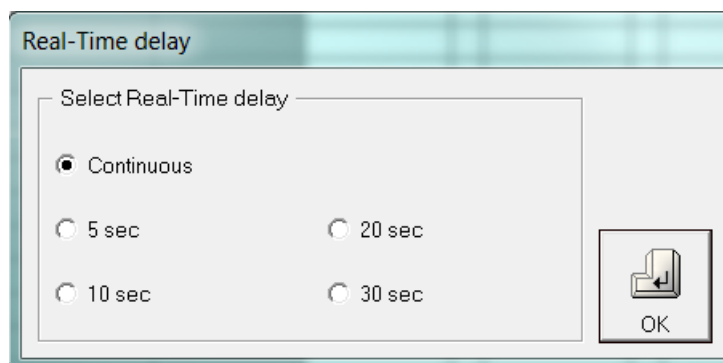
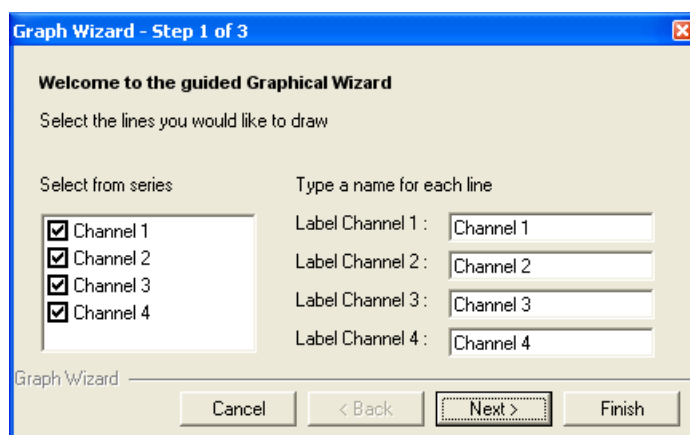

fig.31
fig.38
- Scelta l'opzione **Start w/o Graph** apparirà una finestra (fig.31), selezionare la frequenza di acquisizione desiderata e poi premere il tasto **OK** per iniziare l'acquisizione.
- Scelta l'opzione **Start With Graph** appariranno le finestre di dialogo (vedi fig. 38, 39, 40, 41) relative ai grafici e successivamente la finestra di dialogo (fig.31), selezionare la frequenza di acquisizione desiderata e poi premere il tasto **OK** per iniziare l'acquisizione.
Stadio 1 - Step 1 of 3 (fig.38)